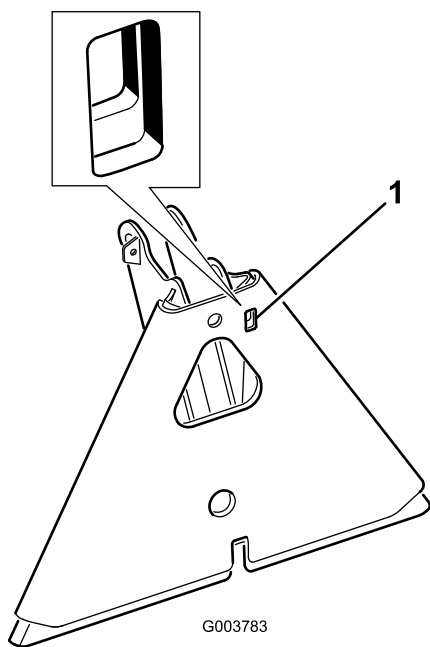

図 6
**注** アタッチメントのアダプタがトラクションユニットのアダプタに引っかかってしまった時は、ボールやドライバーなどをスロットに差し込んで外してください (図 6)。